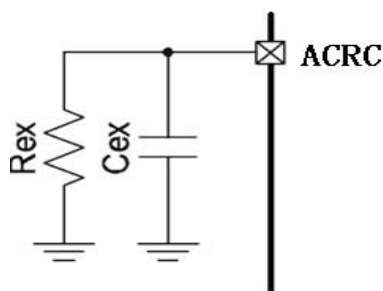

图8. ACF 模式引脚 ACRC 的外接方式
*2:连接方式见下图8所示。
ACF模式下启动时间*1和释放时间*2可通过在ACRC端外接不同的电阻(R_{ex})和电容(C_{ex})值灵活地设置,连接方式见图8所示。